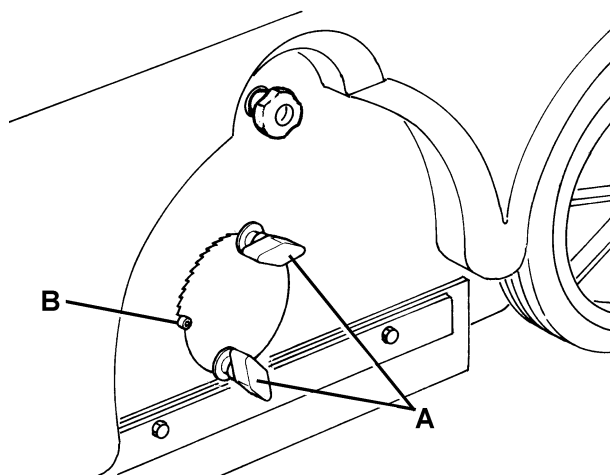
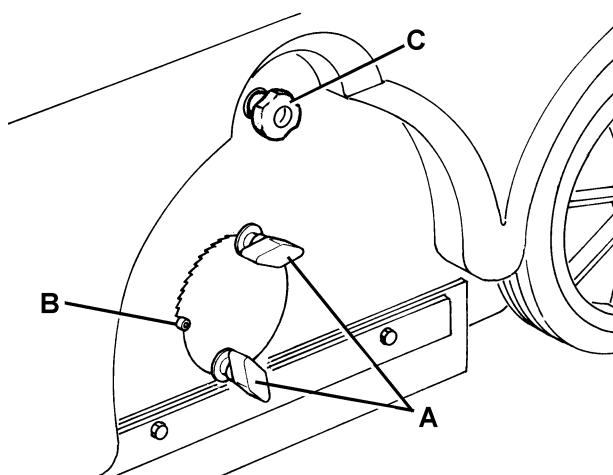

Abbildung 3
Abbildung 4
- Nur falls die Spur (A, Abb. 4) verschieden ist, soll die Höhe der Hauptkehrwalze eingestellt werden, wie es im folgenden Schritt 2 beschrieben ist.
2. Sicherstellen, dass die Maschine nicht selbstbewegen kann. Wenn verfügbar, die Pedalbremse (26) treten.
3. Den Zündschlüssel (61) auf „0“ drehen.
4. Die Knöpfe (A, Abb. 3) an beiden Maschinenseiten herauserschrauben.
5. Durch Betätigen der Knöpfe (A, Abb. 3) den Zeiger (B) zur Einstellung der Höhe der Hauptkehrwalze auf beiden Maschinenseiten versetzen, dann die Knöpfe (A) einschrauben.
Der Zeiger (B, Abb. 3) soll an die gleiche Stellung auf beiden Maschinenseiten versetzt werden. Es wird eine größte Stellungsunterschied von zwei Kerben vorgelassen, um die Spur (A, Abb. 2) von 2 bis 4 cm zu erreichen, wie im Schritt 1 bestimmt ist.
1. Die Maschine auf einen flachen Boden bringen und, wenn verfügbar, die Pedalbremse (26) treten.
2. Den Zündschlüssel (61) auf „0“ drehen.
3. Die Knöpfe (A, Abb. 4) an beiden Maschinenseiten heraus schrauben.
4. Die Zeiger (B, Abb. 4) zur Einstellung der Höhe der Hauptkehrwalze versetzen, um die Höchstbodenfreiheit zu erreichen. Die Knöpfe (A, Abb. 4) einschrauben.
5. Die Haube (7) öffnen.
6. Auf der linken Seite der Maschine den Knopf (C, Abb. 4) heraus schrauben.
13. Den Knopf (C, Abb. 4) einschrauben.